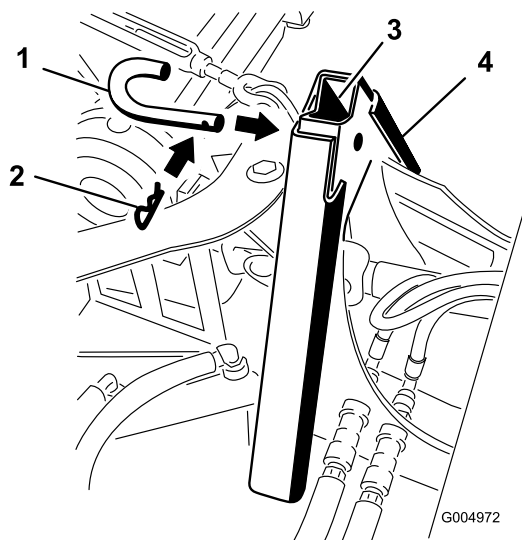

Figura 14
- Unite gli adattatori e fissateli con il perno dell'attacco e la coppiglia, come illustrato in Figura 14. Per sostenere carichi maggiori è possibile utilizzare in alternativa un dado e un bullone.